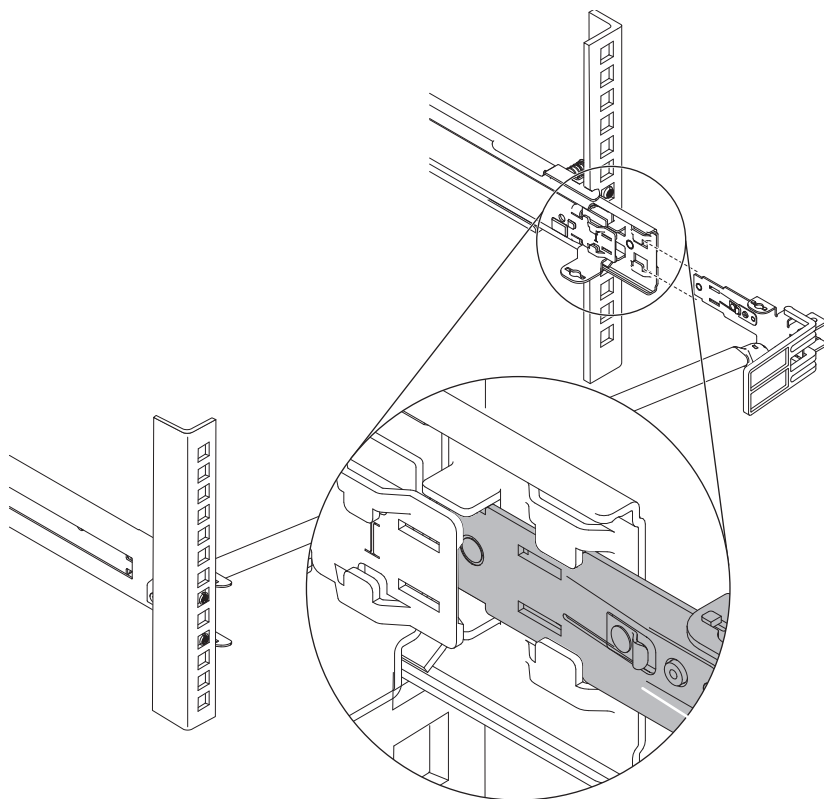

Figura 29. conectando a alça de parada no trilho deslizante
3. Conecte a alça de parada ao trilho deslizante, conforme mostrado em Figura 29 na página 42.